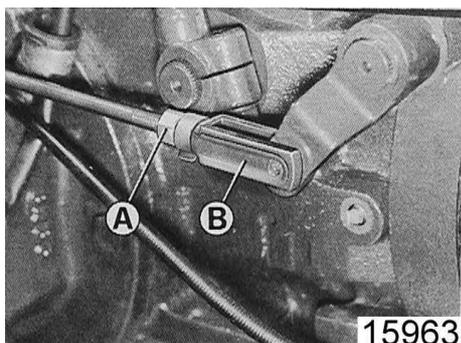

Fig. 1
- allentare il dado **A** (fig. 1);